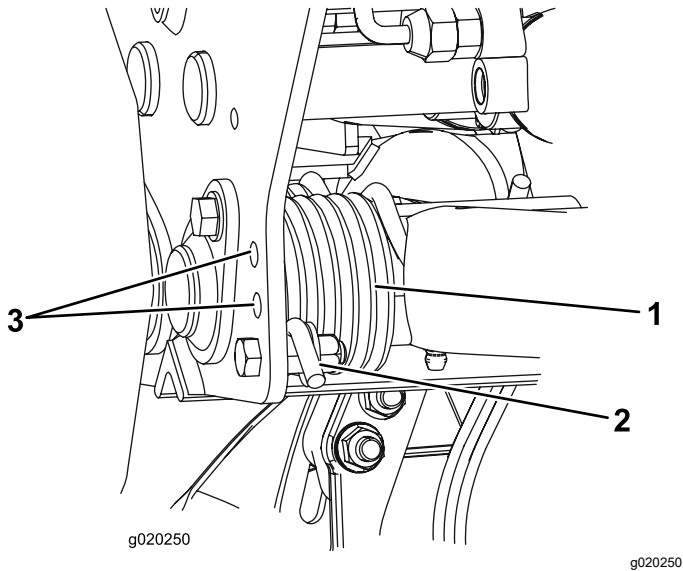

Bild 35
2. Führen Sie ein Rohr oder ein ähnliches Objekt in die lange Feder ein, um die Federspannung während der Einstellung aufzuheben (Bild 35).
3. Wenn Sie die Federspannung aufgehoben haben, nehmen Sie die Schraube und Sicherungsmutter ab, mit denen der Federaktuator an der Halterung befestigt ist (Bild 35).